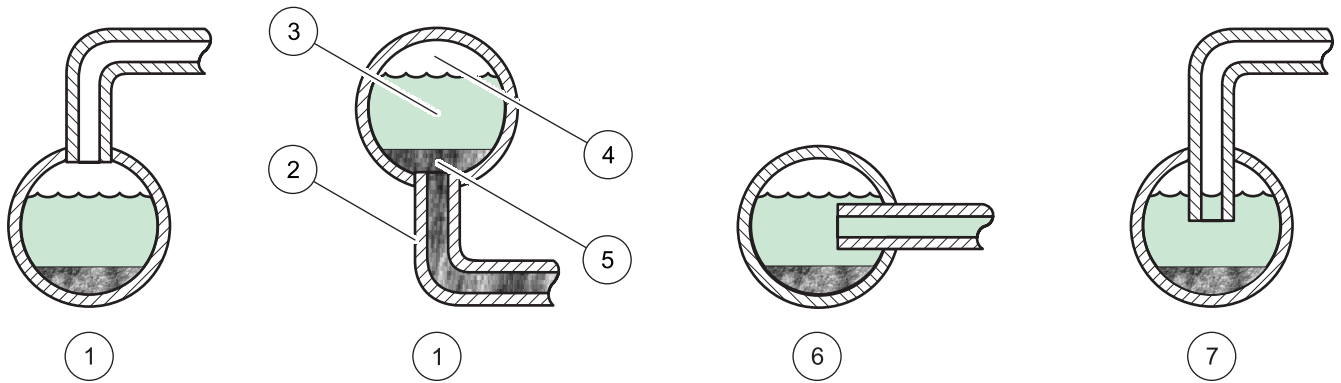

图 10 取样技术
- 在较大过程管道中安装试样管线龙头，以便减少吸入来自管道底部的沉淀物或来自顶部的气泡的可能性。最理想的是在管道的中央安装一个龙头。图 10 表示安装试样龙头的正确和错误方法。